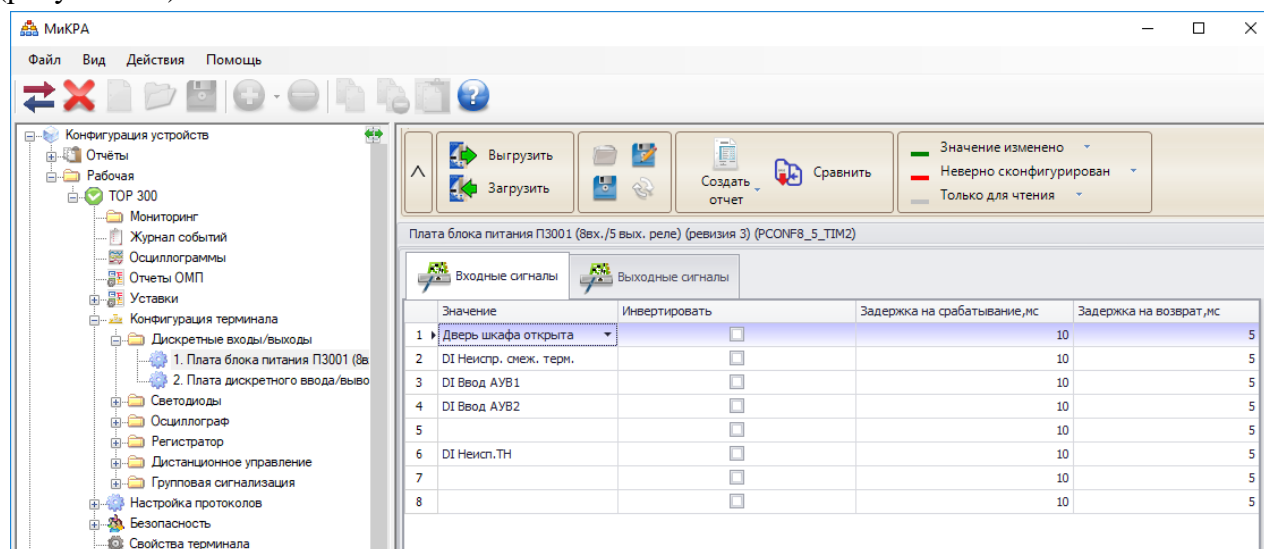

Рисунок 2.1 – Конфигурация времен срабатывания и возврата входных дискретных цепей
2.2.8.6 Времена срабатывания и возврата каждой входной дискретной цепи регулируются в диапазоне от 0 до 30 мс с шагом 1 мс с помощью сервисного ПО «МиКРА» в меню Конфигурация терминала/Дискретные входы-выходы/Конфигурация плат ввода-вывода (рисунок 2.1).